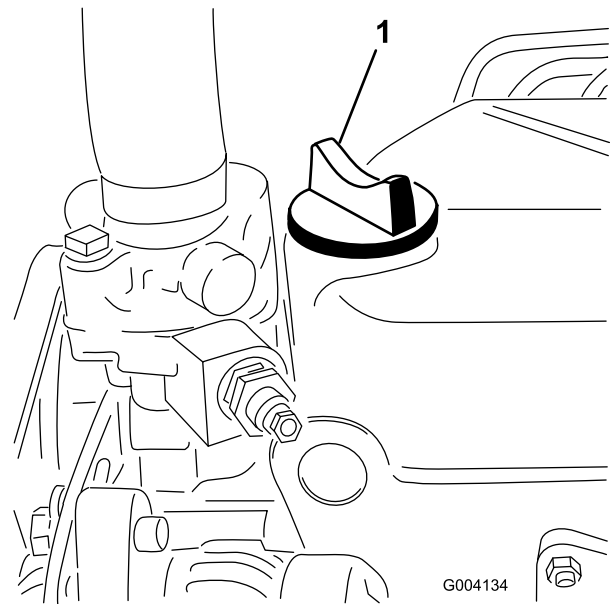

Bild 27
5. Wenn der Ölstand unter der Voll-Marke liegt, nehmen Sie den Fülldeckel ab (Bild 27) und gießen Sie genug Öl ein, um den Ölstand bis zur Voll-Marke anzuheben. **Nicht überfüllen**.